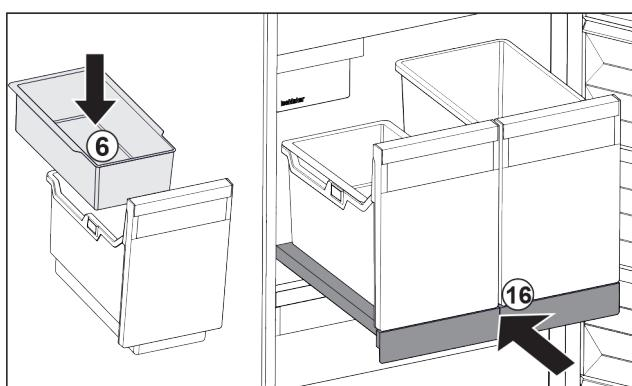

Fig. 40
- ▶ Поставете окачваща се поставка Fig. 40 (6) за ледени кубчета.
- ▶ Вкарайте изтегляща се дъска със съдовете (IceTower). Fig. 40 (16)